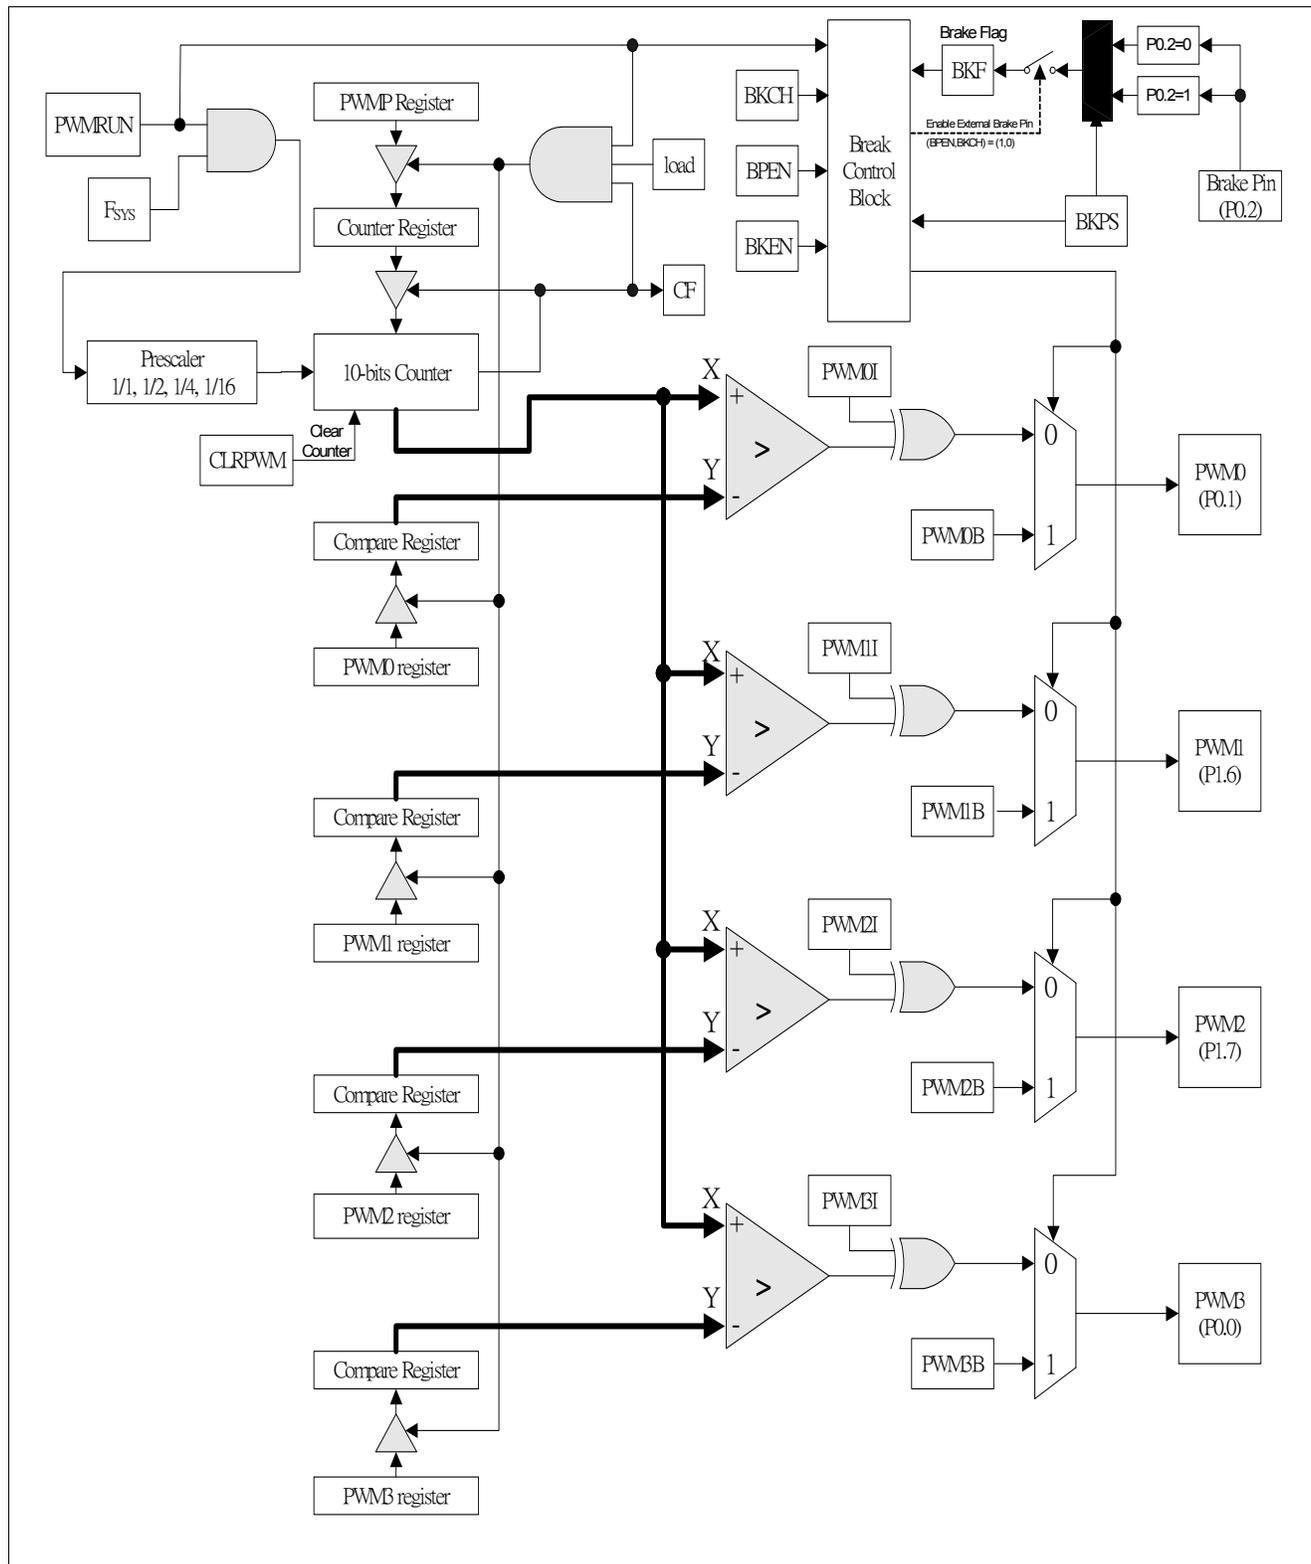

图 17-1 PWM 框图
**N79E815** 系列包括4个PWM (PWM) 通道, 可以产生长度和间隔可调的脉冲. PWM0在P0.1上输出, PWM1 在 P1.6上输出, PWM2 在 P1.7上输出, PWM3在P0.0上输出. 芯片复位后, 每个PWM通道的输出都为“1”. 此情况下, 在引脚作为内部PWM输出时, 必须向每个端口位上写1以作为PWM输出. 如图 17-1所示. 连续输出的间隔由 10位向下计数器控制, 用户可以配置内部时钟预分频作为10位向下计数器的输入. PWM计数器时钟频率 $F_{PWM} = F_{SYS}/Prescaler$ . 当计数器达到向下溢出时, 将重新加载用户所选的值. 该机制允许用户设置PWM频率. PWM 的频率: